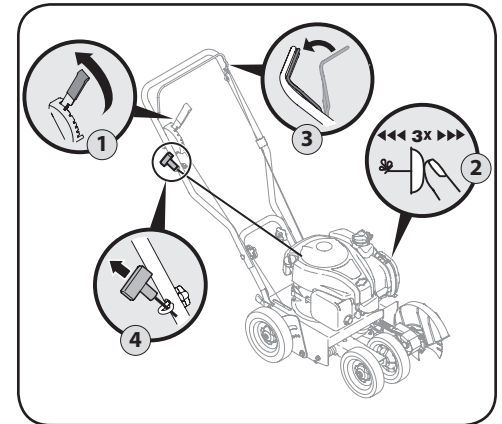

Figura 4-2
2. Empuje el cebador tres veces. Vea la Figura 4-2. No debe el motor caliente para reiniciarlo luego de una detención breve.
4. Con la mano derecha, tome la manija del arrancador de retroceso y tire de la cuerda para sacarla con un movimiento rápido y continuo. Vea la Figura 4-2. Mantenga firme la manija del arrancador, deje que la cuerda regrese lentamente al arrancador. Repita hasta que el motor esté en marcha. Deje que la cuerda se enrosque lentamente de regreso.